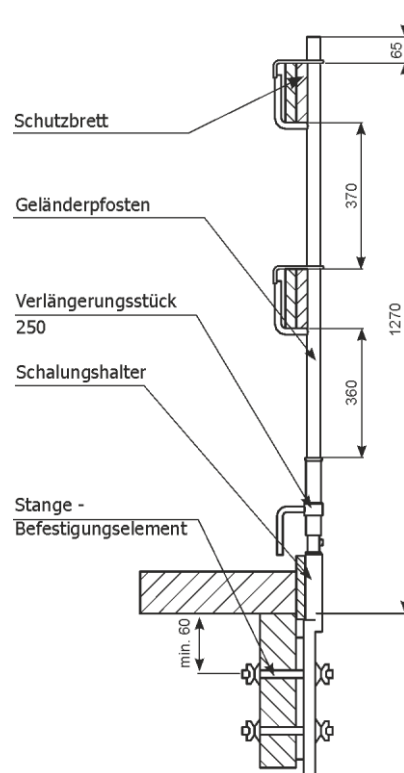

Abb. 60 Montage des Schalungshalters
2.18 Montage des Schalungsträgers (Abb. 60)